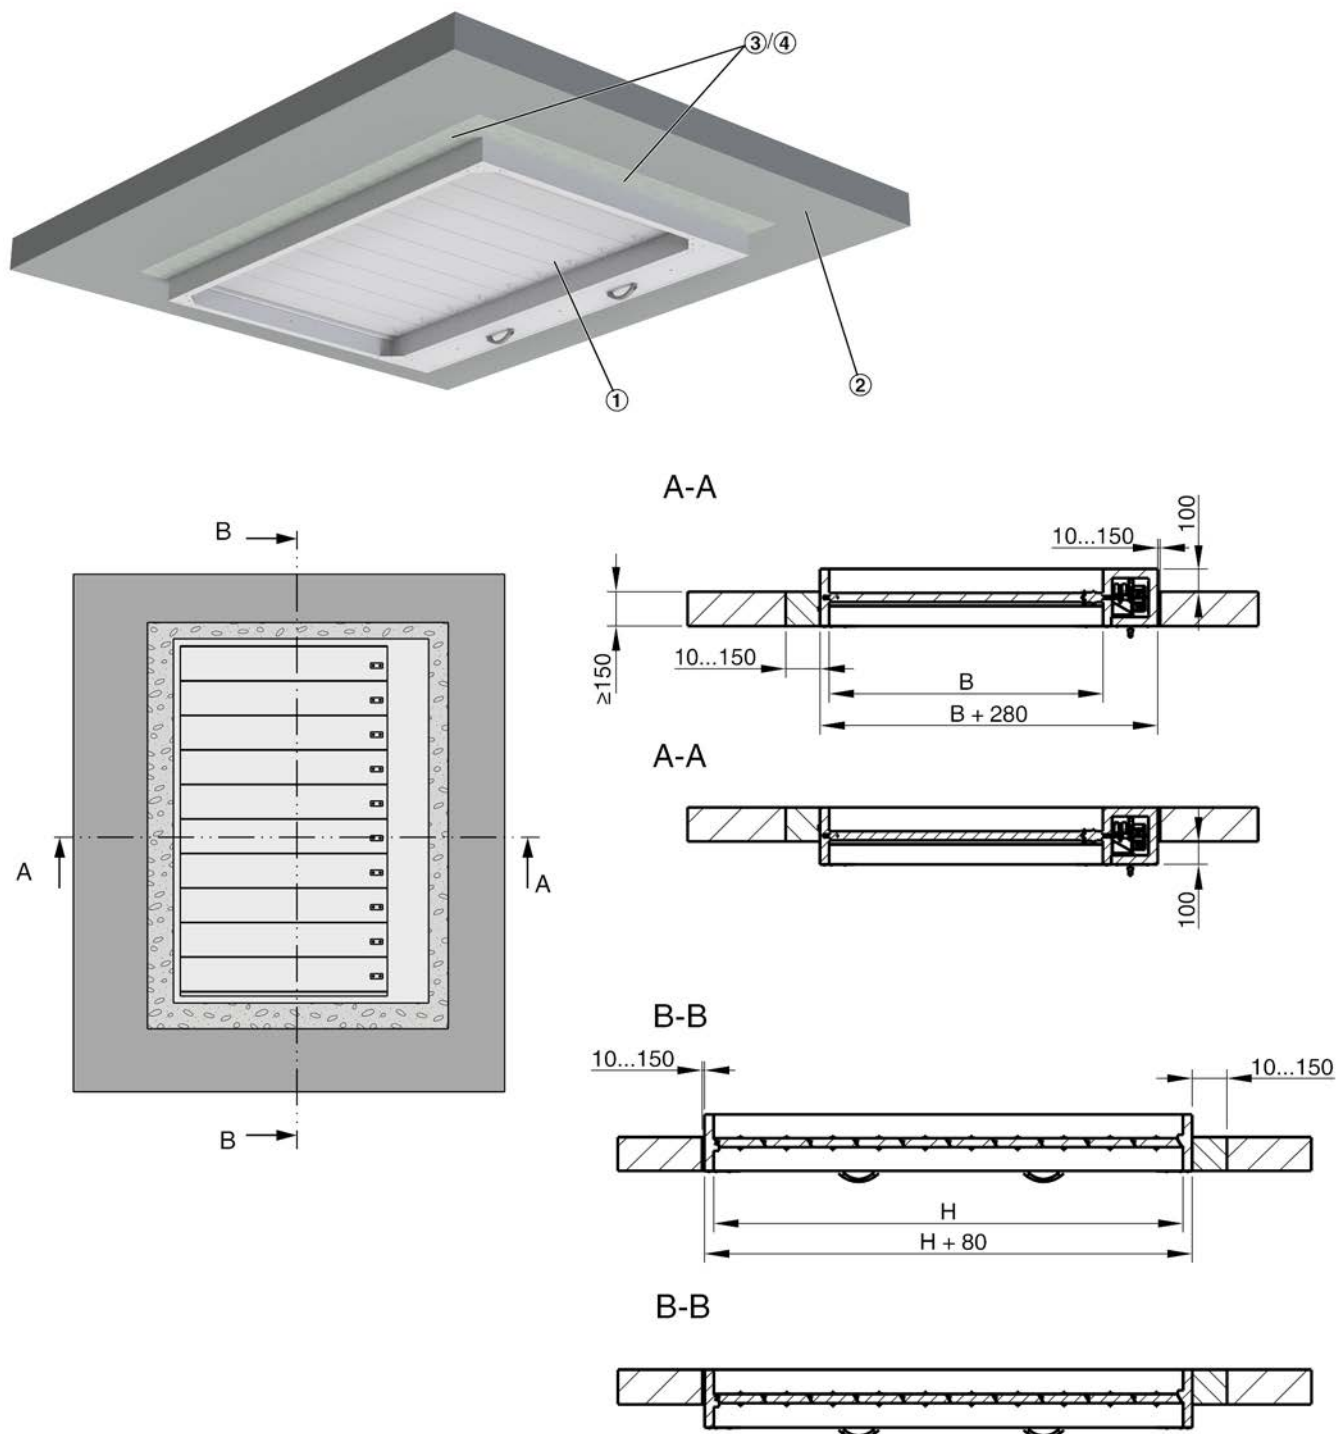

Fig. 28: Mørtelbasert installasjon i massivt dekke
- ▶ Lag en installasjonsåpning i dekket, dimensjoner Fig. 28 .